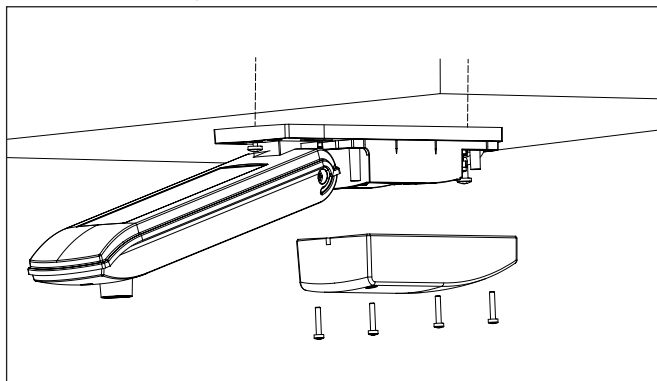

Abb. 5 Deckenmontage
- Befestigen Sie die Wetterstation mit den beiliegenden Schrauben und Dübeln wie abgebildet auf einem geeigneten Untergrund (Abb. 5).